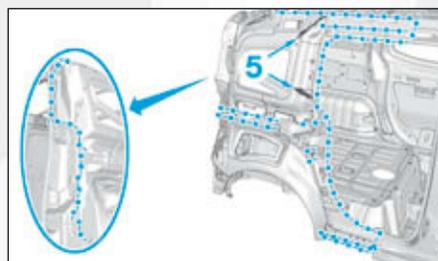

FIG. 154
- les zones d'accostage sur la caisse et les protéger par un apprêt soudable indice "C7" (Fig.154).
- Positionner les inserts gonflants en (5) et appliquer un produit d'étanchéité indice «A1» sur le pourtour de l'insert gonflant.